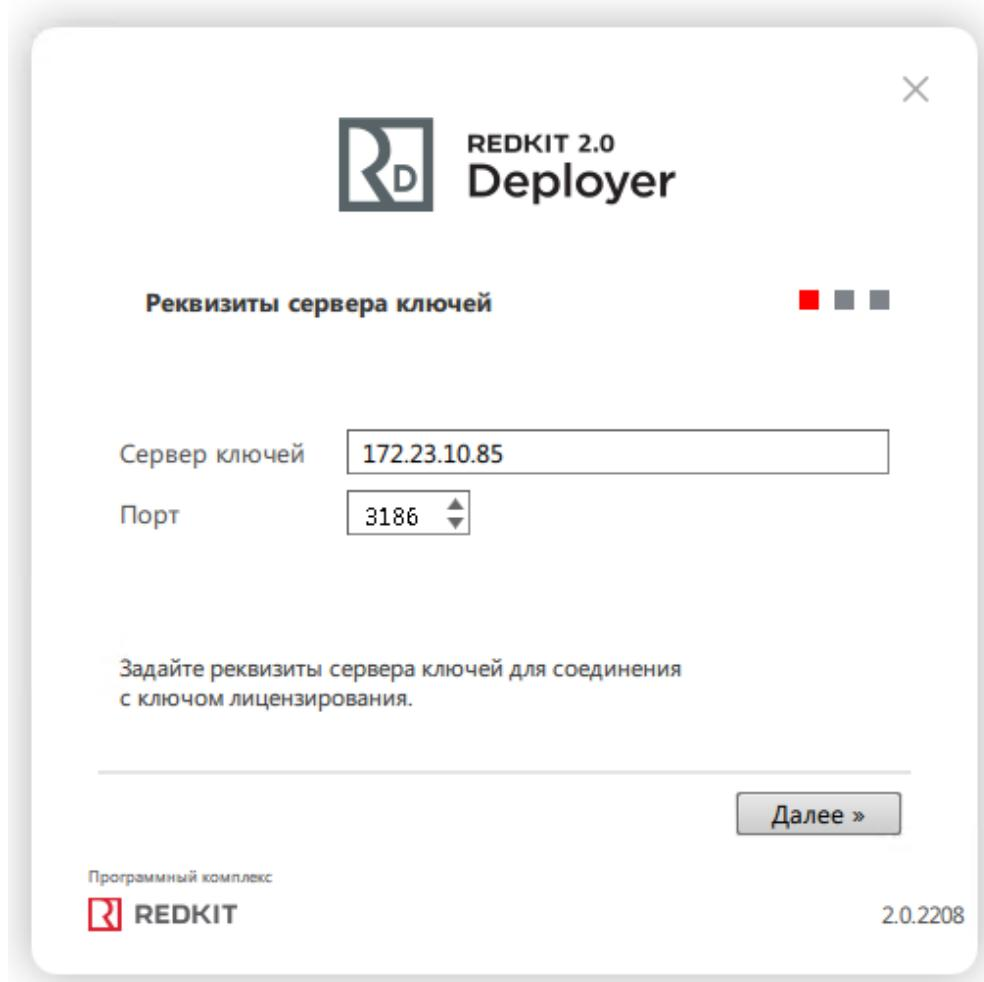

Рисунок 37 - Реквизиты сервера ключей
11. Укажите IP-адрес основного сервера ключей, порт оставьте по умолчанию (Рисунок 37). Нажмите **Далее**.